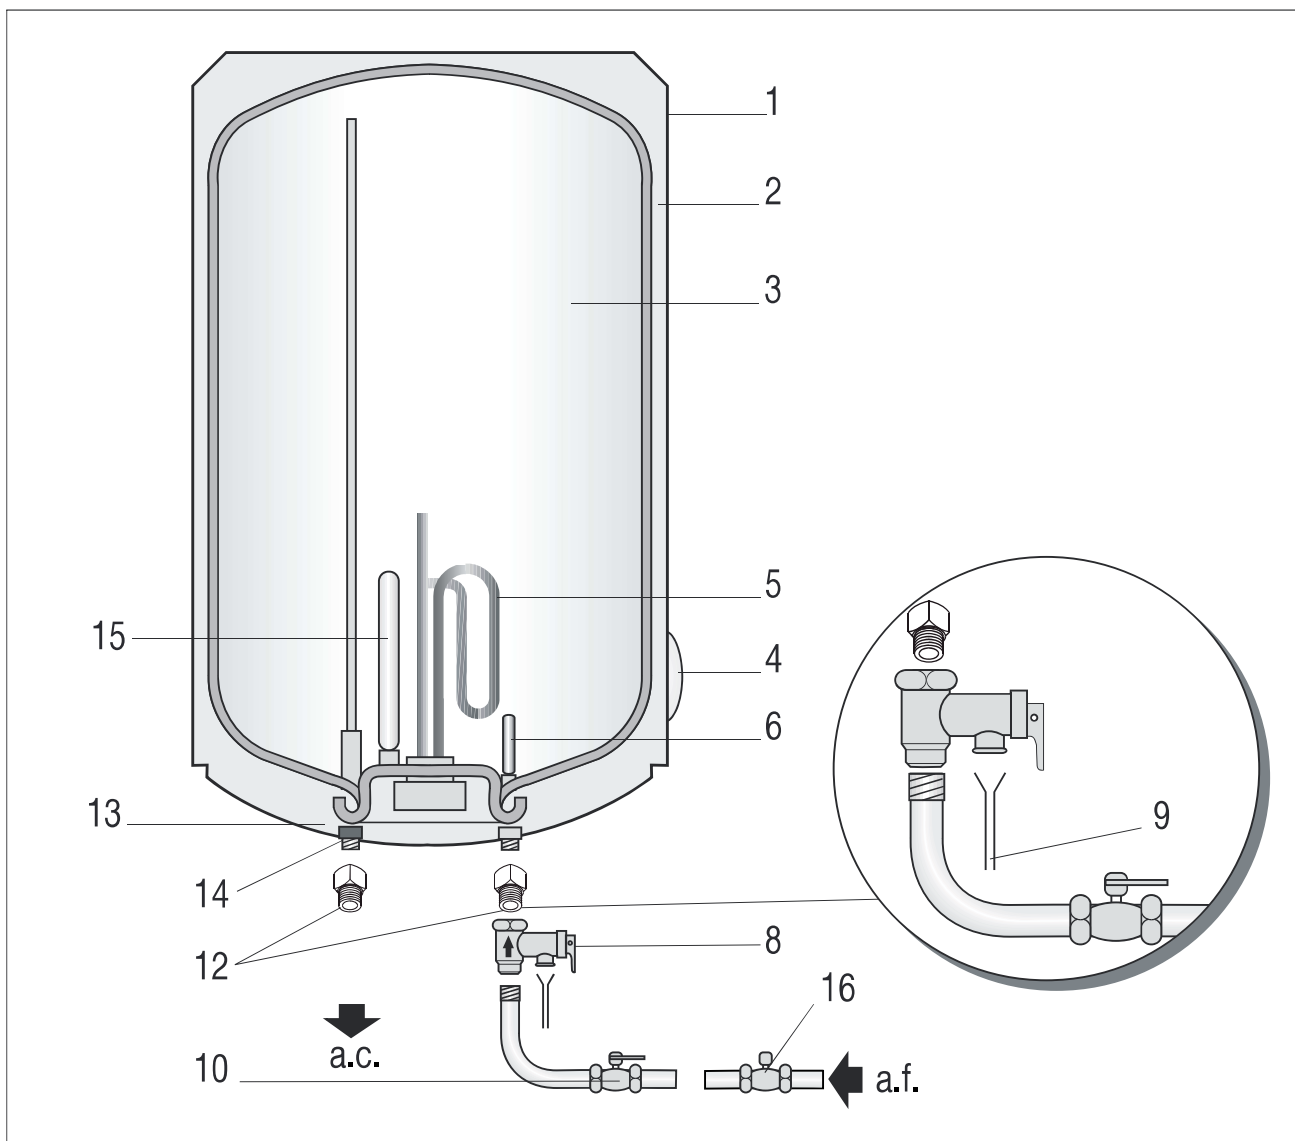
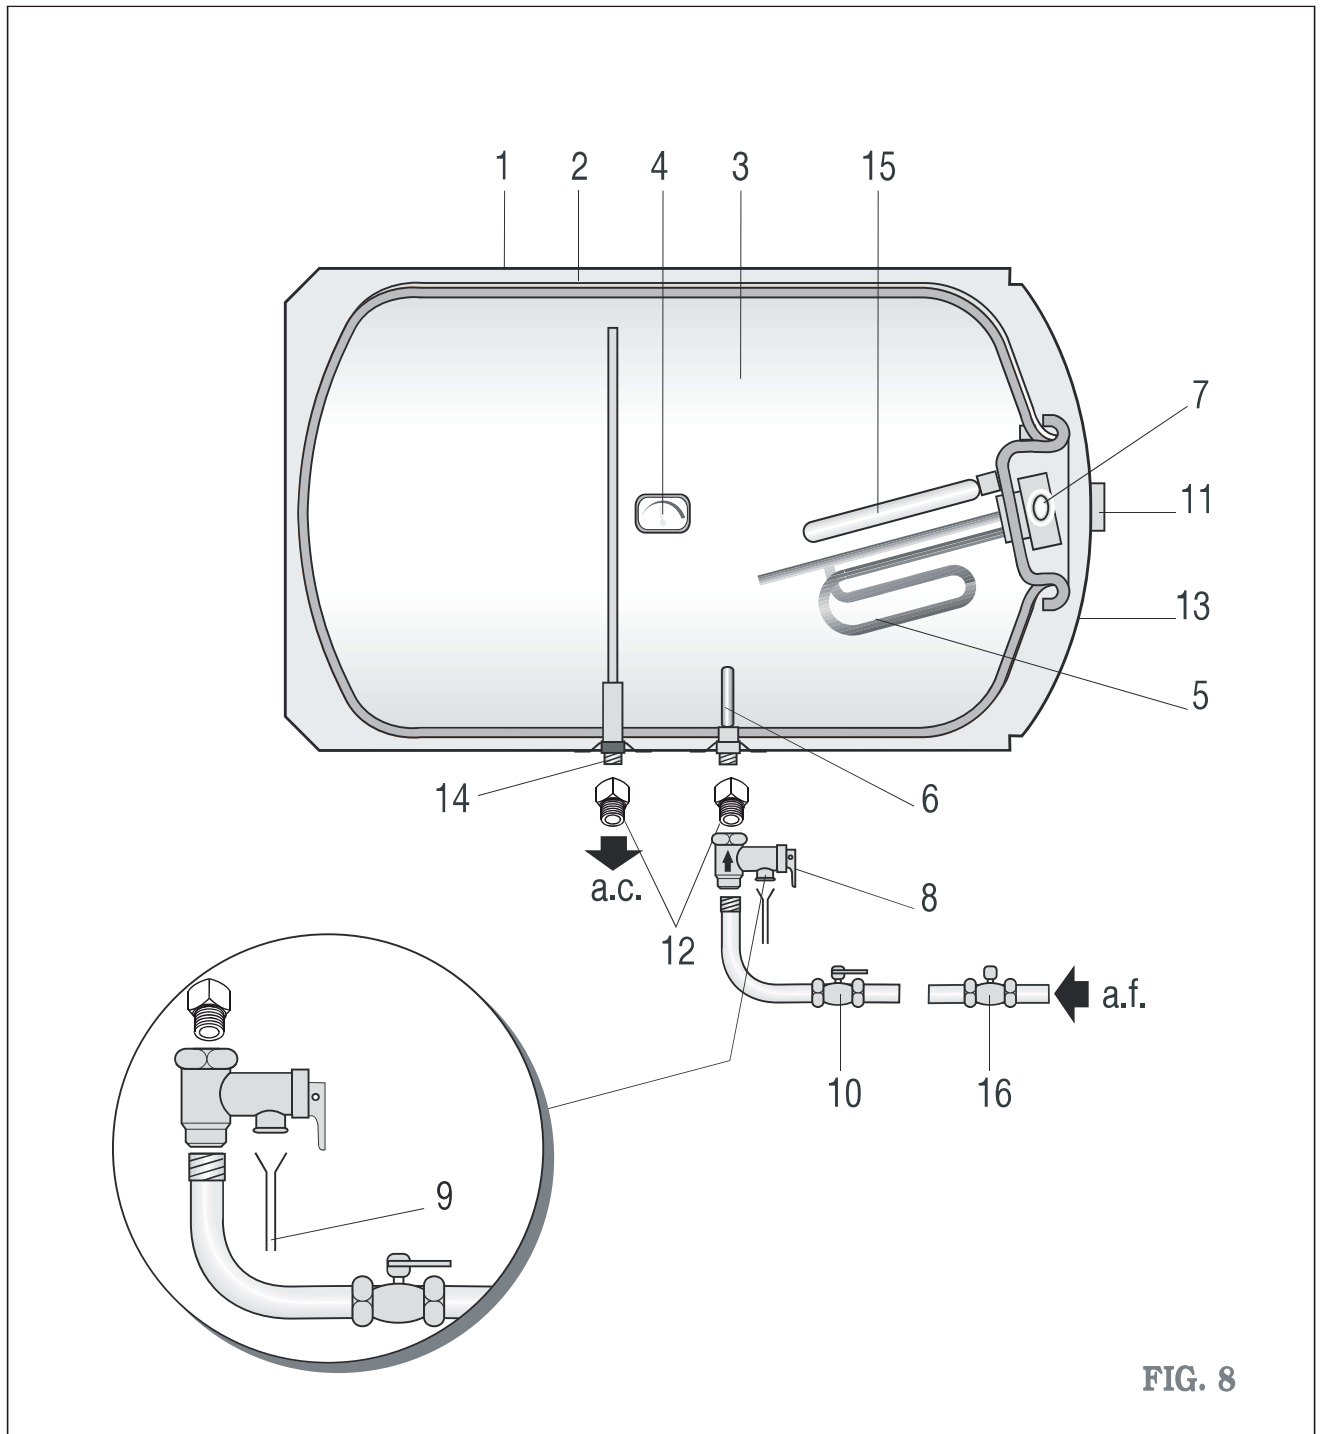

FIG. 7
FIG. 8
**Les thermos TNC seront toujours installés en position verticale**, avec les branchements d'eau au-dessous (voir fig. 7) page 21, **sauf dans le cas des modèles TNC plus 80 H, TNC plus 100 H et TNC 150 H**, qui seront toujours installés à l'horizontale, et il sera de même pour les branchements d'eau qui seront situées au-dessous (voir fig. 8, page 22).
Pour faciliter, au moment venu, le contrôle et le nettoyage interne, un espace libre de au moins 25 cm doit exister entre le couvercle de protection (pos. 13 dans les figs 7 et 8, pages 21 et 22) du thermos, ainsi que tout obstacle fixe.
Pour l'installation des canalisations d'eau, veuillez tenir compte des règles de base pour la prévention de la corrosion : "N'utilisez pas de cuivre au lieu de fer ou d'acier, dans le sens de la circulation de l'eau ". Pour éviter les paires galvaniques, ainsi que son effet destructeur, filetez sur les deux tubes du thermos, (tel qu'il est décrit sur les schémas des figures 7 et 8, pages 21 et 22) et, avec un ruban de Téflon, protégez les manchons isolants (pos. 12) fournis avec le thermos.
Filetez au tube d'entrée d'eau froide (bleu) du thermos le manchon électrolytique et de cela au groupe de sécurité hydraulique avec le dispositif de vidange (pos.8, figures 7 et 8, pages 21 et 22) fourni avec le thermos. Installez dans le tube d'alimentation d'eau froide une clé de coupure, comme il est décrit dans les schémas (figs. 7 et 8, pos.10, pages 21 et 22).
L'utilisation généralisée de vannes anti-dérive dans les branchements du réseau d'eau sanitaire, crée une forte augmentation de pression de par l'effet du processus de chauffage ; dans ces cas, il est indispensable de conduire l'écoulement d'eau de la vanne de sécurité à un tube d'évacuation pourvu d'un siphon (figures 7 et 8, pos. 9, pages 21 et 22); ce tube doit sortir à l'extérieur et doit être installé avec une pente continue vers le bas.
Connectez le thermos en branchant la fiche. La lampe témoin (pos. 7, figs. 7 et 8, pages 21 et 22) allumée indique que l'eau est en train de chauffer; si elle est éteinte, cela indique que toute l'eau chaude est à la température sélectionnée dans le thermostat de réglage du thermos (pos. 11, figs. 7 et 8, pages 21 et 22).
Il est indispensable que le Service d'Assistance Technique (SAT) contrôle tous les ans votre thermos pour éliminer le calcaire qui s'est déposé sur l'élément de chauffage (pos. 5, figs. 7 et 8, pages 21 et 22), et vérifier l'état de l'anode de magnésium (pos. 15, figs. 7 et 8, pages 21 et 22). Si l'eau dans votre région est très dure ou corrosive, vous devrez solliciter des contrôles plus fréquemment.
5.1. Instalación vertical / Instalação vertical / Installation verticale (fig 7).
5.2. Instalación horizontal / Instalação horizontal / Installation horizontale (fig 8).